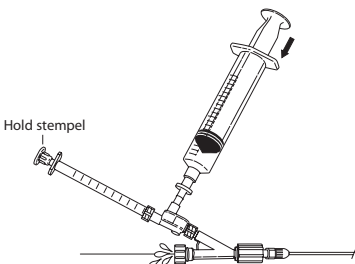

Fig. 6
8. Tøm eventuelt resterende luftbobler ved at holde stemplet i 1 mL sprøjten stationært og langsomt trykke på 20 mL sprøjten for at tvinge eventuelt resterende luftbobler ud. Når al luft er fjernet fra systemet, strammes Tuohy-Borst ventilen om spidsstopperen. **(Fig. 6)**